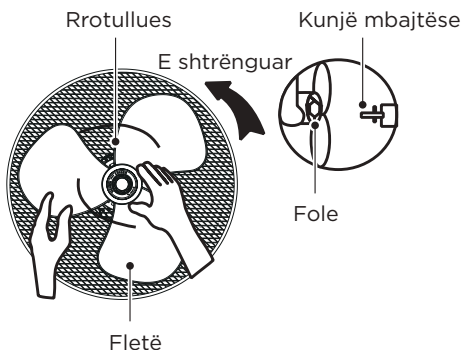

Fig.8
- 2 Vendosni fletën në bosht dhe sigurohuni që kunja e boshtit të helikës të jetë vendosur në brazdën e fletës. Rrotulloni rrotulluesen në drejtim të kundërt të akrepave të orës për të shtrënguar fletën. (Fig.8)